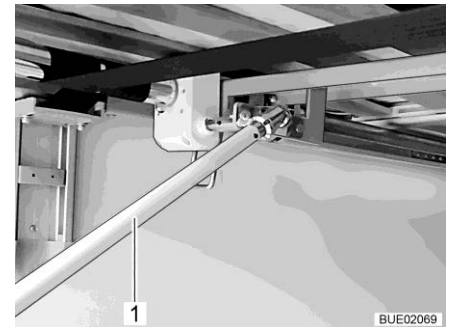

Bild 151 Vev i bakre lastutrymmet
- För att höja sängen: Vrid veven (Bild 151,1) medurs. För att sänka sängen: Vrid veven (Bild 151,1) moturs.